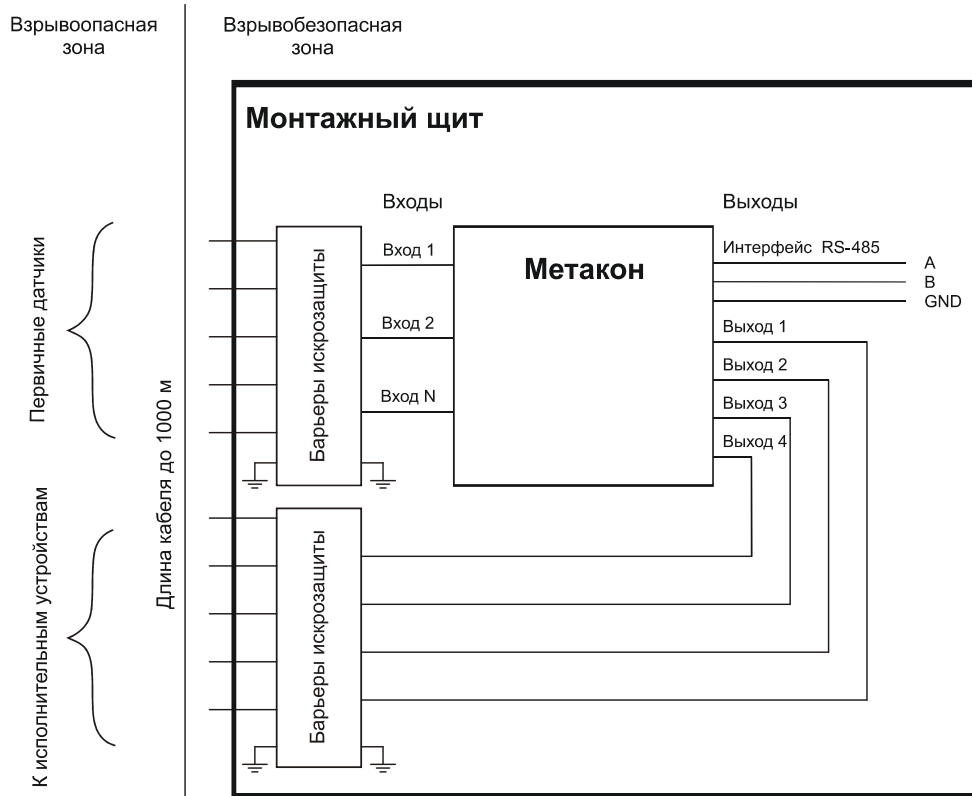

Рисунок 25. Функциональная схема подключения приборов серии МЕТАКОН при использовании на взрывоопасных производствах.
4. Функциональная схема подключения барьеров искробезопасности к приборам серии **МЕТАКОН** приведена на Рис.25.